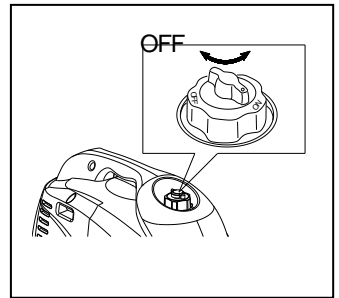

Fig.27
4. Girar el Botón giratorio de toma de aire del tapón del depósito de carburante en posición apretada (Fig.27).